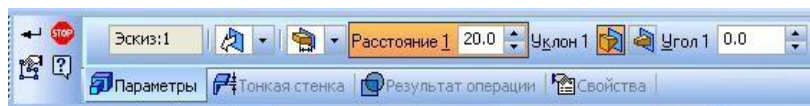
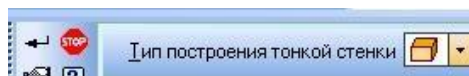

Рис. 9. Параметры операции выдавливание
Рис. 10
11. В строке параметров для операции выдавливания выберите следующие параметры: прямое направление, на расстояние, величина расстояния 20 мм, угол наклона 0 (рис. 9), тип построения тонкой стенки – нет (рис. 10).